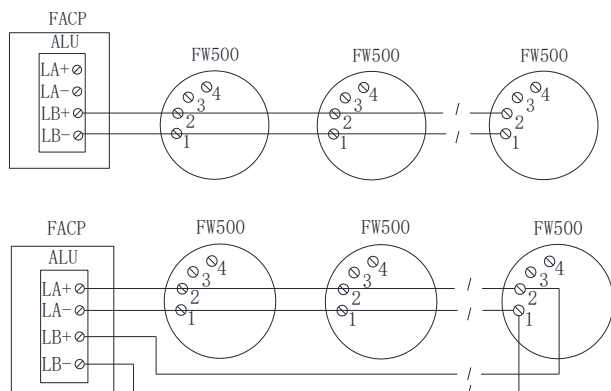

图 3. 产品接线
2. 如图 3 所示，将信号回路线(SLC)接至探测器底座。端子 1、2 无极性区别。